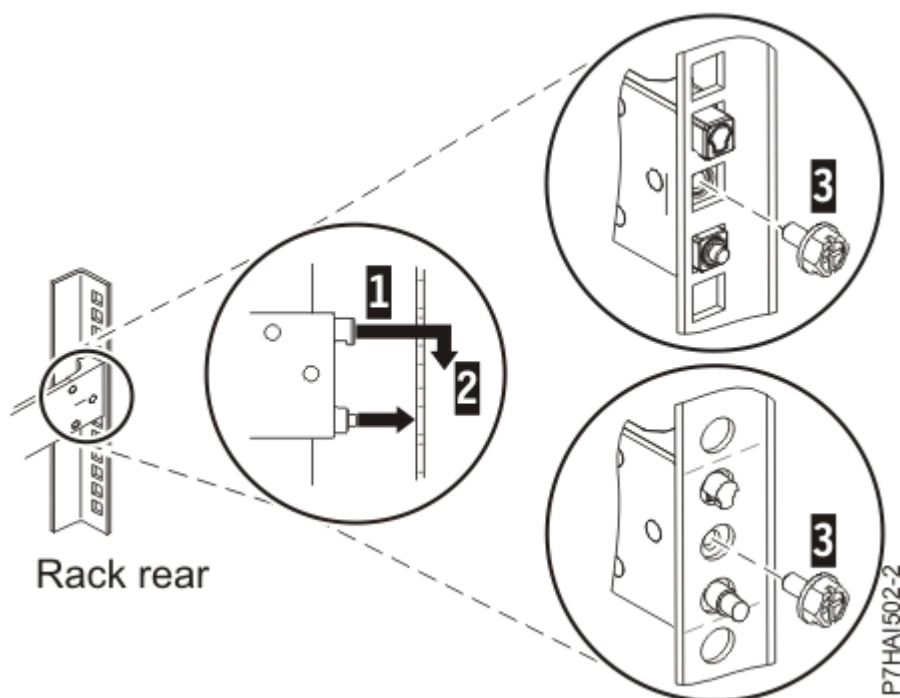

Figura 3. Alinierea și fixarea pinilor în orificiile din spatele dulapului
3. Aliniați cei doi pini aflați în spatele șinei de glisare cu orificiile de sus și de jos din unitatea EIA selectată care au fost marcate anterior. Trageți șina de glisare către dumneavoastră pentru a insera cei doi pini în orificiile dulapului **(1)** și lăsați în jos șina de glisare **(2)** pentru a fixa cârligul pe pinul de sus. Pentru detalii, consultați Figura 3 la pagina 5. Asigurați-vă că cei doi pini ies în afară prin orificiile dulapului înainte de a continua cu pasul următor.